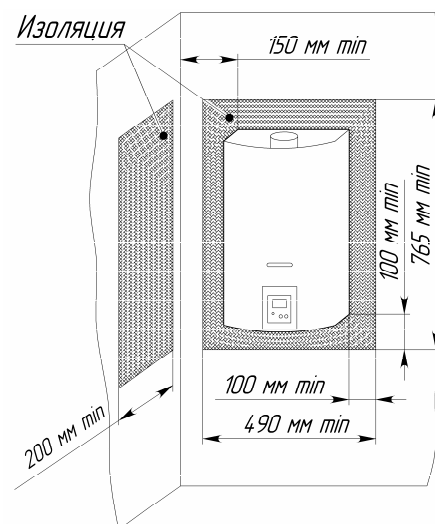

Рисунок 5. Установка аппарата на трудносгораемых стенах
3.1.6 Допускается установка аппарата на трудносгораемых стенах при условии изоляции стены оцинкованным листом толщиной 0,8...1 мм по листу базальтового теплоизоляционного картона БТК толщиной 3...5 мм. Изоляция стены должна выступать за габариты корпуса аппарата не менее чем на 100 мм с каждой стороны (см. рис. 5).